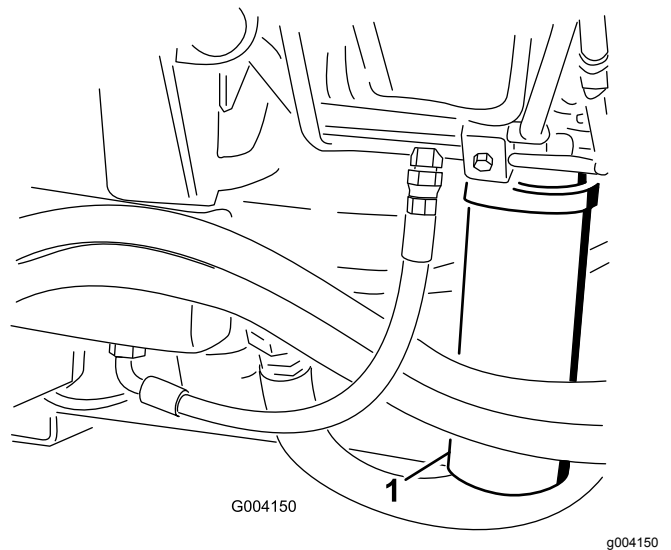
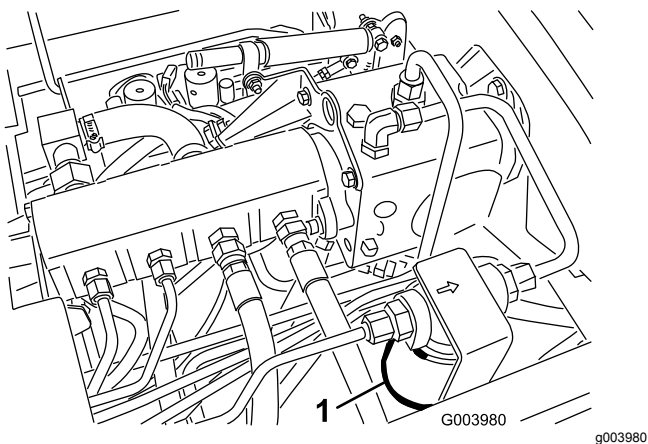

Bild 68
Bild 67
2. Reinigen Sie den Bereich um den Filterbefestigungsbereich und stellen eine Auffangwanne unter den Filter (Bild 67 und Bild 68).